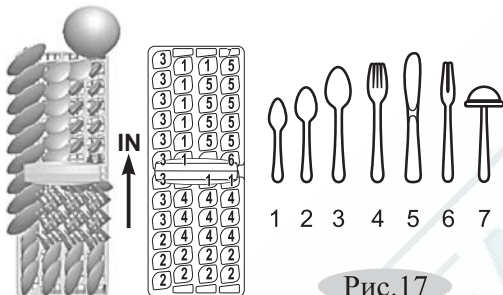

Рис.17
- Схема оптимальной укладки столовых приборов в корзине посудомоечной машины модели 45301 и ее исполнений представлена на рис. 17.